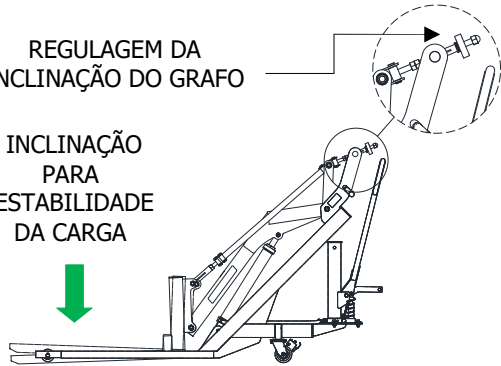

Fig. 3
- Eleve os garfos o suficiente para o deslocamento, máximo 20 cm do solo (**Fig. 3**)